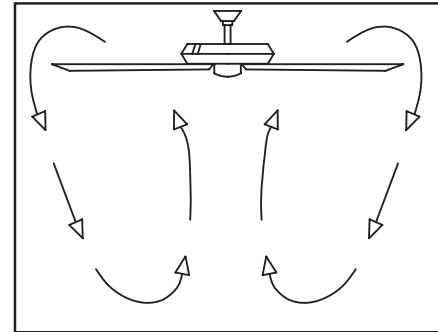

Figura 19
**Clima frío** - (Reversa) Un flujo de aire hacia arriba desplaza el aire cálido lejos del techo, como muestra la Figura 19. Esto permite fijar tu unidad de calefacción en configuración más baja sin afectar tu comodidad.